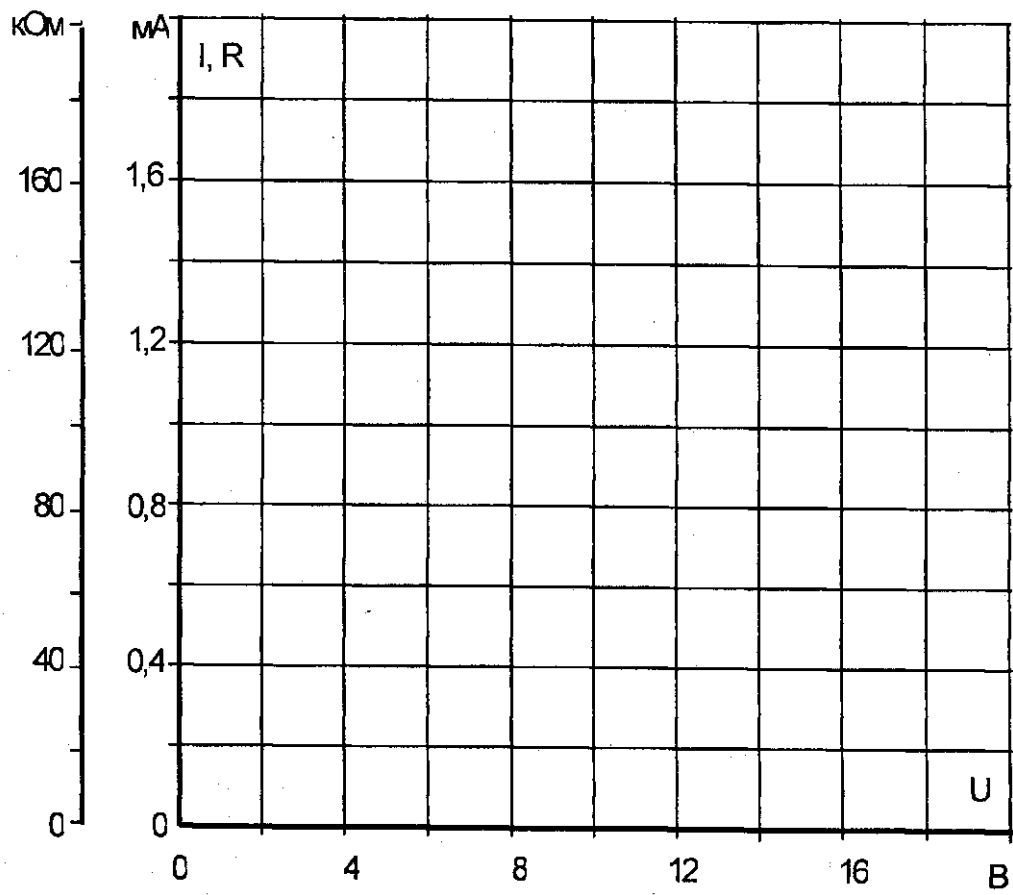

Рис. 4.5.2.
- Постройте графики на рис. 4.5.2.